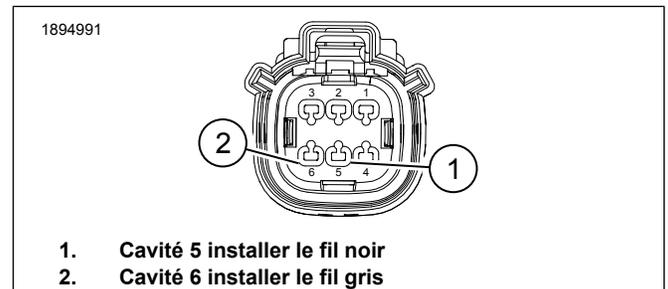

Figure 8. Connecteur de sacoche droit 6 voies [289B]
9. Voir la figure 8. Acheminer la branche restante du faisceau extérieur de la sacoche gauche le long du faisceau de la sacoche droite et la fixer à l'aide de serre-câbles.
- b. Insérer la borne du fil noir dans la cavité 5 (1).
- c. Insérer la borne du fil gris dans la cavité 6 (2).